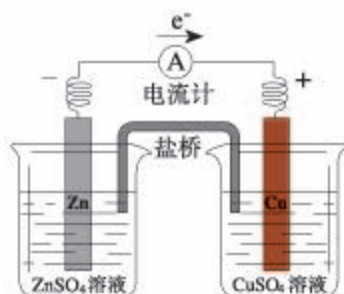

图4-1 锌铜原电池装置
如图4-1所示，将置有锌片的 ZnSO_4 溶液和置有铜片的 CuSO_4 溶液用一个盐桥^①连接起来，然后将锌片和铜片用导线连接，并在中间串联一个电流表，观察现象。取出盐桥，观察电流表的指针有何变化。
实验表明，接通电路时，电流表的指针发生偏转，即电路中有电流通过。从上述装置中取出盐桥，电流表的指针又回到零点，即电路中没有电流通过。如图4-1所示的原电池叫做锌铜原电池，其中锌一端为负极，铜一端为正极。
(1) 图4-1所示的锌铜原电池工作时，电子在导线中的运动方向是怎样的？阴离子和阳离子在电解质溶液中的运动方向是怎样的？
(2) 锌铜原电池可看作由两个半电池组成，一个发生氧化反应，另一个发生还原反应。试分别写出两个电极上的反应及总反应的离子方程式。
请结合图4-1绘制反映原电池工作原理的示意图，并与同学交流。示意图要求包括以下内容：